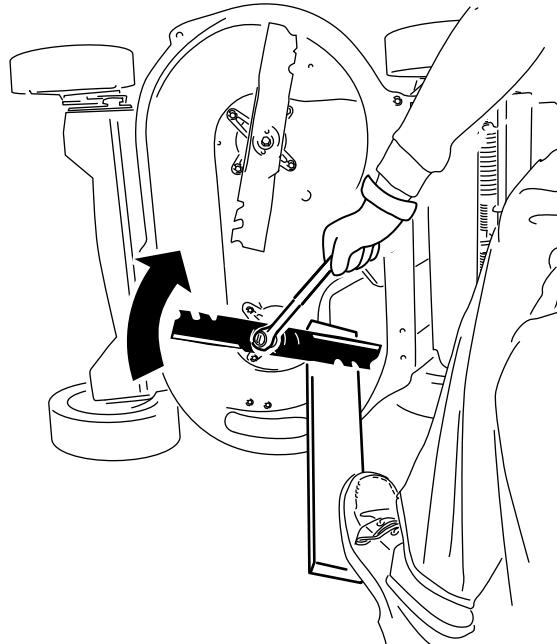

Figura 38
- Inmovilice cada cuchilla con una tabla de madera, y gire el perno de la cuchilla en sentido horario con una llave dinamométrica, según se muestra en Figura 38; apriete el perno de cada cuchilla a 82 N·m.